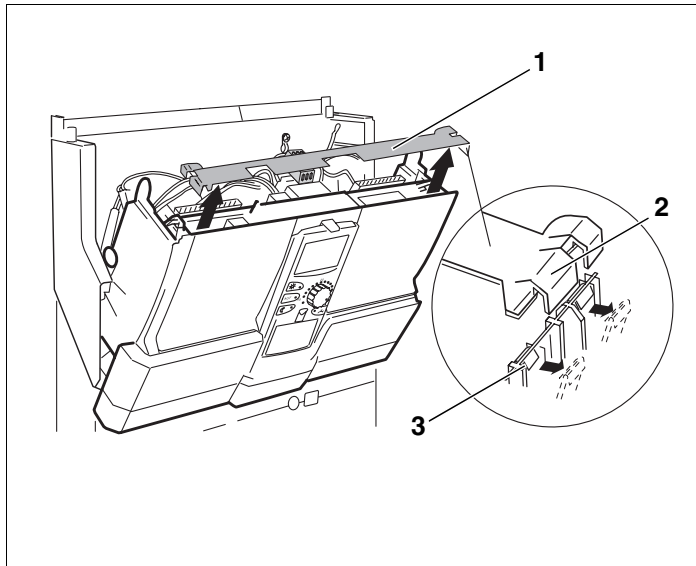

Рис. 4 Демонтаж горизонтальной планки
Для снятия планки (рис. 4, поз. 1) потребуется отвертка.
- Освободить планку с одной стороны. Для этого нужно отверткой нажать по направлению наружу одну из защелок (рис. 4, поз. 3).
- Приподнять горизонтальную планку за язычок (рис. 4, поз. 2).
- Снять горизонтальную планку (рис. 4, поз. 1).